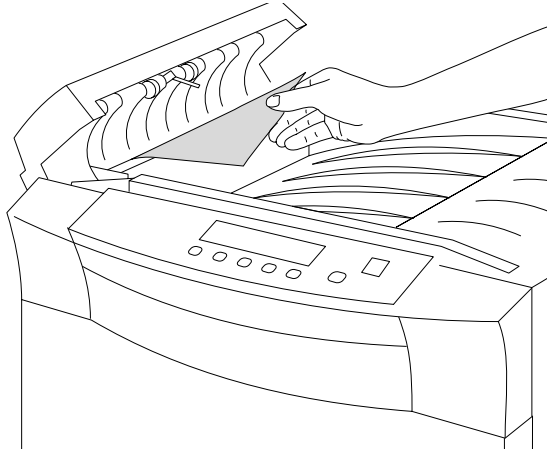

Abbildung 3-62 Herausnehmen des Papiers aus der Ausgabeeinheit
2. Nehmen Sie das Papier aus dem Bereich der Abdeckung der Ausgabeeinheit heraus (Abbildung 3-62), und schließen Sie die Abdeckung wieder.